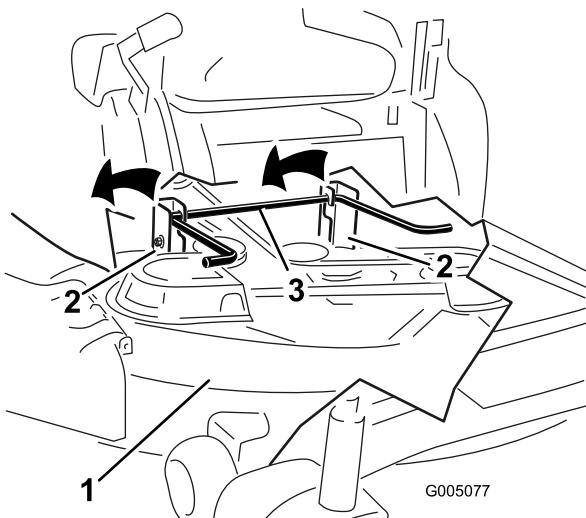

Bild 69
5. Heben Sie das Heck des Mähwerks an und führen Sie die Hängeprofile über die hintere Hubstange (Bild 69).
6. Heben Sie das Mähwerk und die Hängeprofile über die hintere Hubstange und senken Sie das Mähwerk vorsichtig auf den Boden ab (Bild 69).